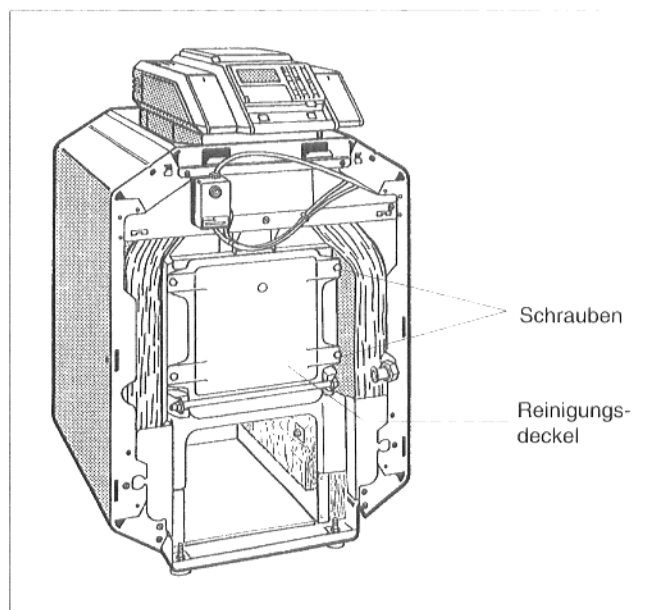

Abb. 38: Reinigungsdeckel
- Reinigungsdeckel abschrauben (Abb. 38).